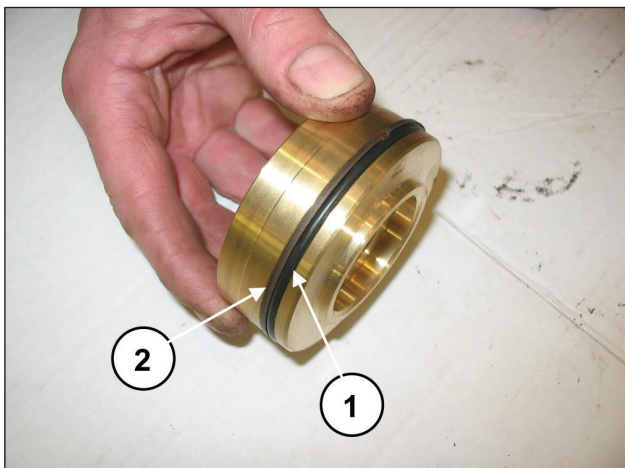

Рис. 114
Установите уплотнительное кольцо поз. №17 на детализированном чертеже (поз. ①, Рис. 114) и антиэкструзионное кольцо поз. №21 на детализированном чертеже (поз. ②, Рис. 114) в пробку нагнетательного клапана.